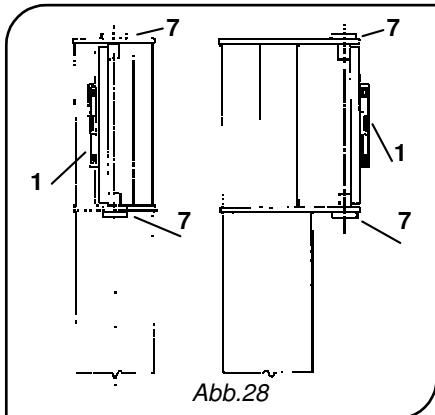

Abb.28
- c. Die Vertikalität der Rotationsachse überprüfen, indem man eine L-Libelle und eine Stange verwendet, die direkt auf die Rotationsstifte 7 aufgelegt werden muss (Abb. 28).